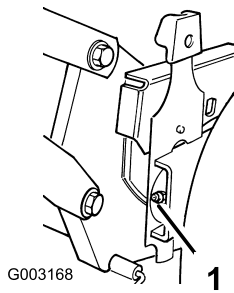

Figura 23
2. Limpie con un trapo limpio los puntos de engrase (Figura 23).